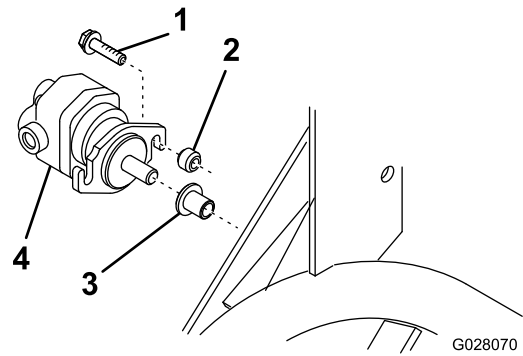

Figura 10
- B. Inserte el eje acanalado del motor del molinete en el tubo de almacenamiento del bastidor (Figura 10).
- C. Usando la brida del motor del molinete como plantilla, posicónela según se indica en Figura 10 y perforo un taladro de 8,75 mm de diámetro en la línea marcada en el paso A.